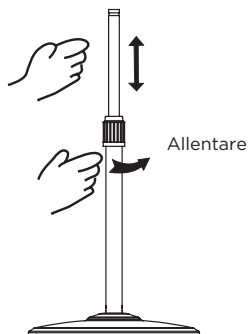

Fig.3
- 3 Dall'asta di prolunga allentare l'anello di regolazione dell'altezza e regolare l'asta interna all'altezza desiderata. (Nota: l'asta interna si trova all'interno dell'asta di prolunga. È possibile estrarla dall'asta di prolunga). (Fig. 3)